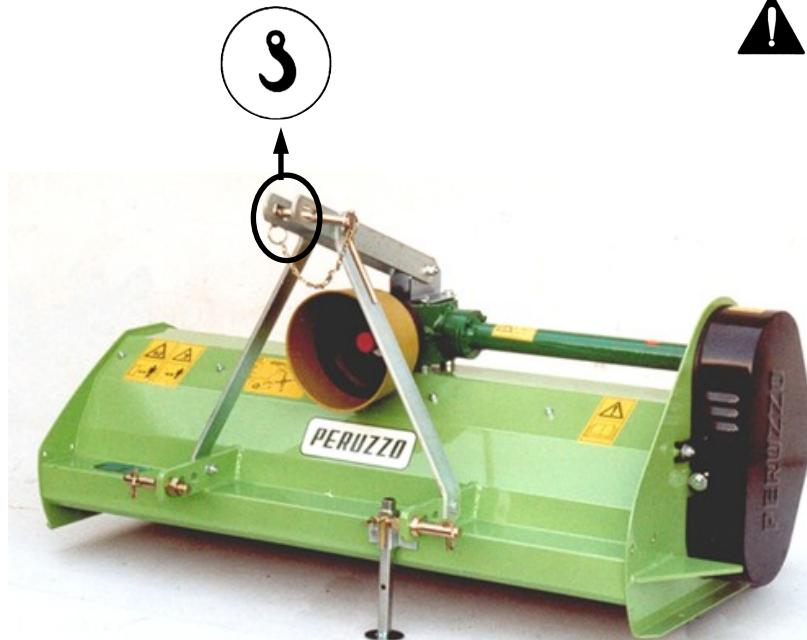

Fig. 19
1) Utilizzando un sollevatore idoneo fissando la macchina all'attacco a 3 punti o altro per impedire qualsiasi suo movimento. (fig. 19)
1) In case of flails change by lifting the mower, we remind you to use proper lifting equipment to the machine weight and that can fix the mower properly. (fig. 19)
- 1) Met behulp van een geschikte hefinrichting die de machine aan de 3-puntsbevestiging of iets anders vasthoudt om eender welke beweging ervan te voorkomen (fig. 19).
- 1) Im Fall, das die Messer getauscht werden und dafür das Mähwerk angehoben werden muss, ist darauf zu achten, das für das Anheben geeignete Maschinen, entsprechend dem Gewicht des Mähwerkes benutzt wird und dass das Mähwerk sauber fixiert werden kann. (Fig. 19)